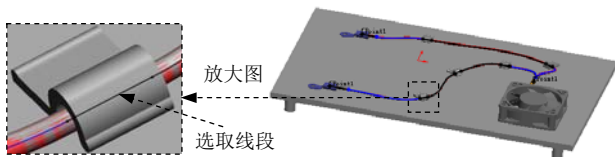

图 11.8.61 选取线段
Step2. 选取线路段。在对话框 **选择(S)** 区域中选中 ☒ **重新步路到最短路径(R)** 复选框, 选取图 11.8.61 所示的线段。